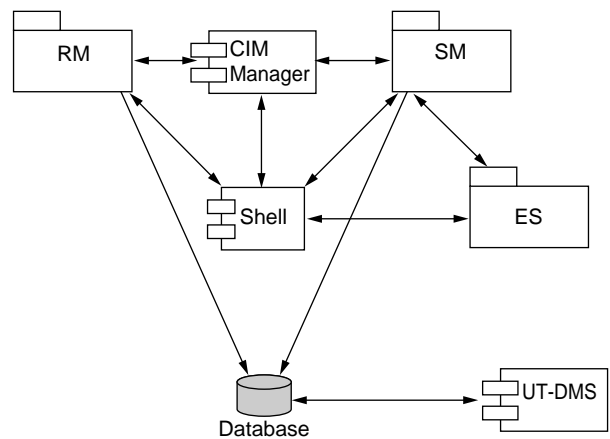

図5 ソフトウェアのシステム構成
このソフトウェア・システムは、ロボット・マネージャー (RM)、センサ・マネージャー (SM)、エリプソメータ・ステーション (ES)、CIM マネージャー、シェル、UT-DMS、そしてデータベースから構成されている(図5)。